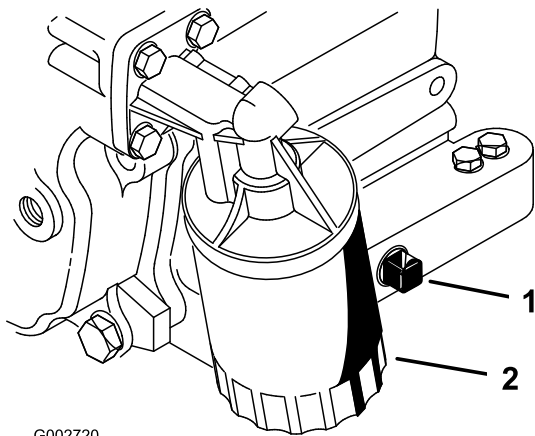

Bild 26
2. Entfernen Sie die Ablassschraube (Bild 26) und lassen Sie das Öl in die Auffangwanne ab. Schrauben Sie die Ablassschraube wieder ein, nachdem das Öl abgelassen ist.
3. Entfernen Sie den Ölfilter (Bild 26).